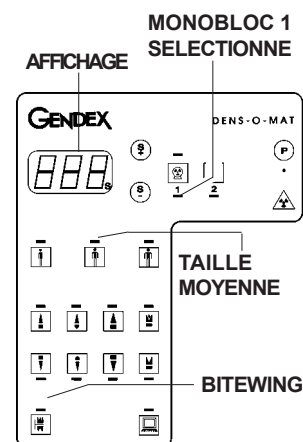

Figure 1
- 1) Si la tension relevée **est 230 VAC**, le LED inférieur et celui supérieur sont allumés (Fig. 1).
- 2) Allumer la Minuterie Densomat en pressant l'interrupteur ON/OFF; contrôler que les LEDs spécifiés en figure 1 s'allument.